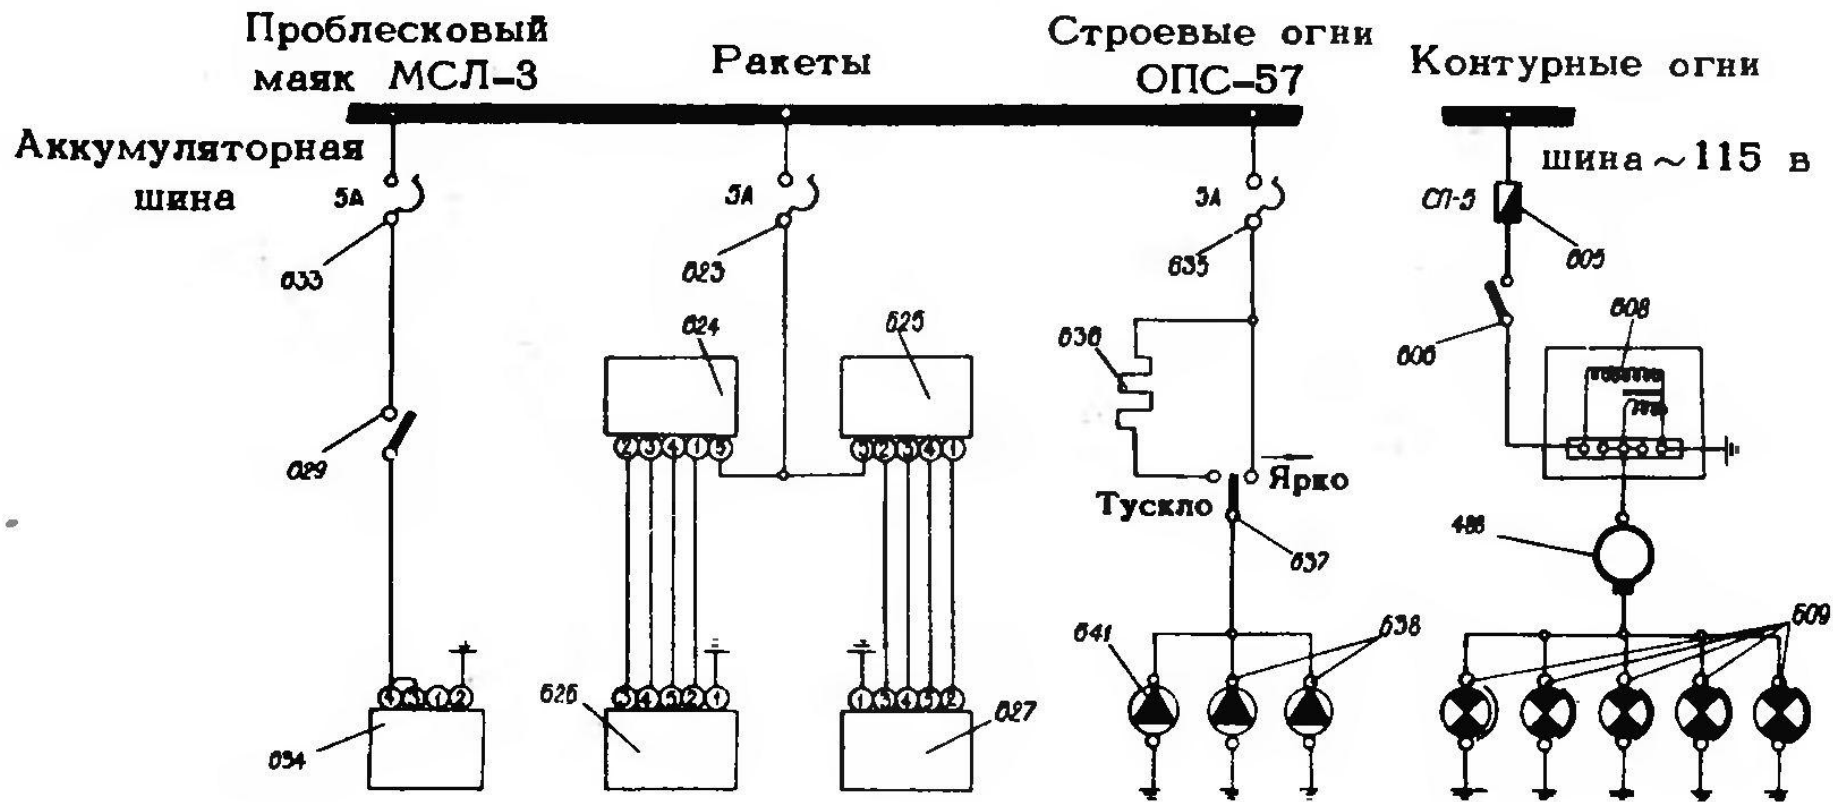

Рис. 27. Принципиальная схема питания светотехнических средств:
Включение маяка производится выключателем ВГ-15К (рис. 27, поз. 629), расположенным на левом электрощитке.
Питание ракет осуществляется от аккумуляторной шины через АЗСГК-5 (рис. 27, поз. 623).
Управление строевыми огнями осуществляется переключателем яркости ППНГ-15К (рис. 27, поз. 637), установленным на левом электрощитке. Питание строевых огней производится от аккумуляторной шины через автомат защиты АЗСГК-5 (635).
Для обозначения контура плоскости, ометаемой винтом, при полетах ночью на концах лопастей несущего винта установлены контурные огни с лампой СЦ-88 (рис. 27, поз. 609). Контурные огни включаются выключателем В-200К (606).